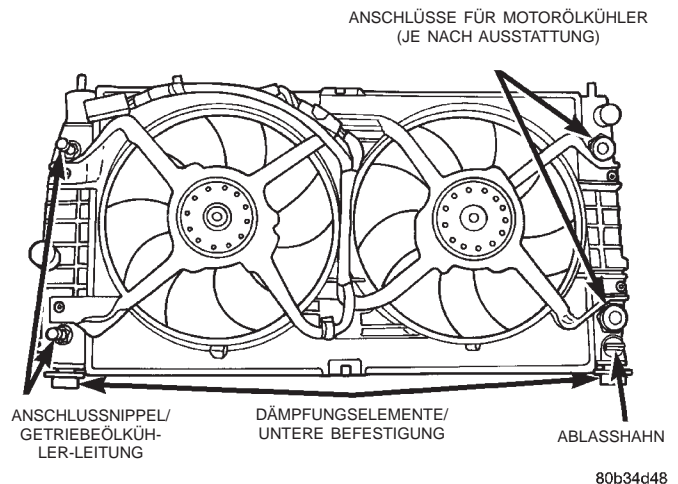

Abb. 23 Kühler—Aus- und Einbau
(2) Das Kühlsystem entleeren. Näheres hierzu siehe Abschnitt "Entleeren des Kühlsystems".
(3) Den oberen Kühler-Querträger abbauen.
(4) Die Schlauchklemmen lösen und die Kühlerschläuche am Kühler abziehen.
(5) Die Schläuche des Automatikgetriebes am Getriebeölkühler abziehen und verschließen (Abb. 23).
(6) Die Leitungen am Motorölkühler abnehmen (je nach Ausstattung) (Abb. 23).
(1) Den Kühler in Einbaulage absenken; die unteren Gummi-Dämpfungselemente der Kühlerbaugruppe in die Befestigungsöffnungen im unteren Kühlerträger einsetzen (Abb. 23).